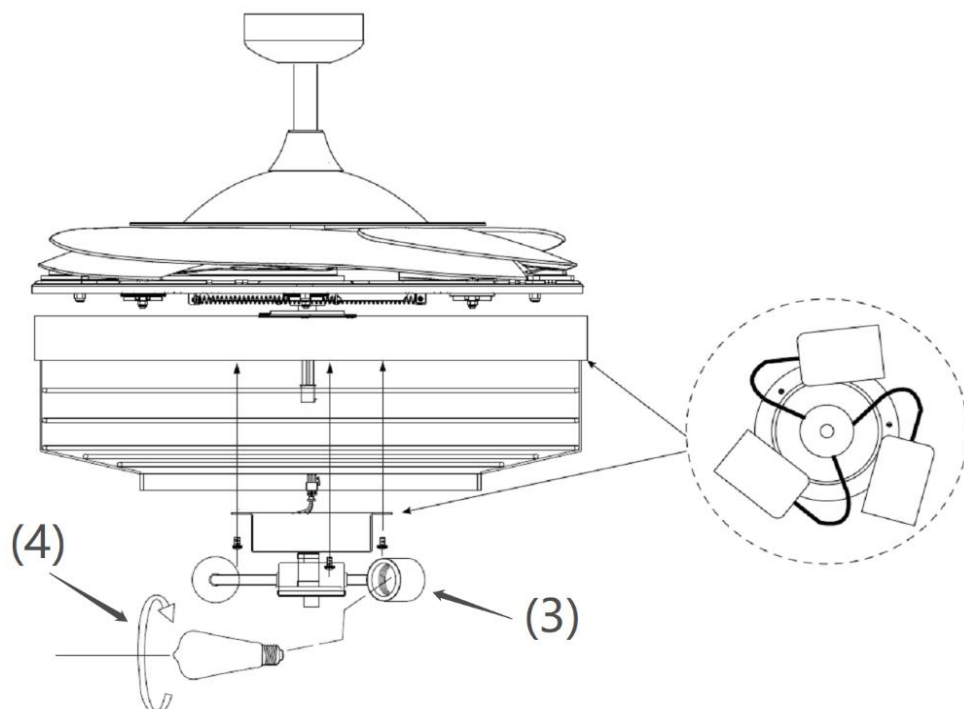

Fig. 7
4. Reliez le connecteur rapide au porte-lampe (3). (Fig. 7)
5. Fixez le porte-lampe (3) au support de kit d'éclairage en serrant les 3 vis. Évitez de trop serrer.
6. Installez les globes (4) dans les supports de lampes. Ne dépassez pas la puissance nominale maximale.